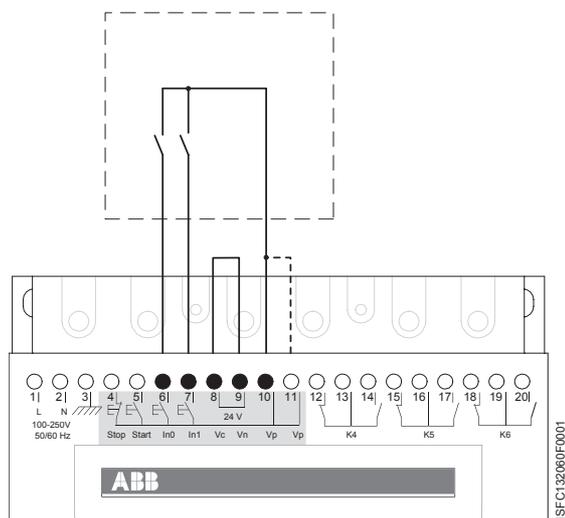
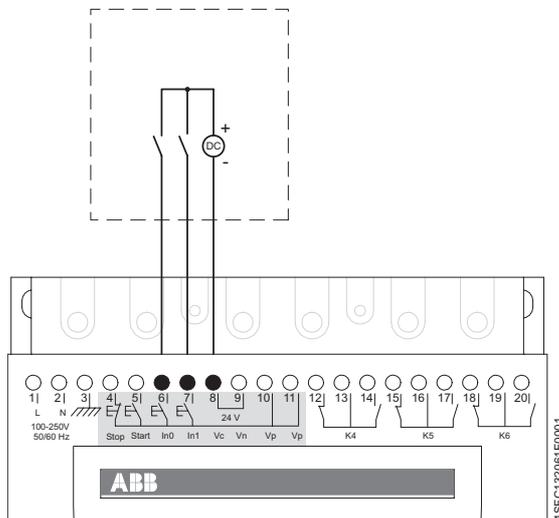

Рис. 18: Внутреннее управляющее напряжение
Рис. 19: Внешнее управляющее напряжение
1. Подключите кабели, см. Рис. 18 или Рис. 19, в зависимости от того, какой источник используется - внутренний или внешний.